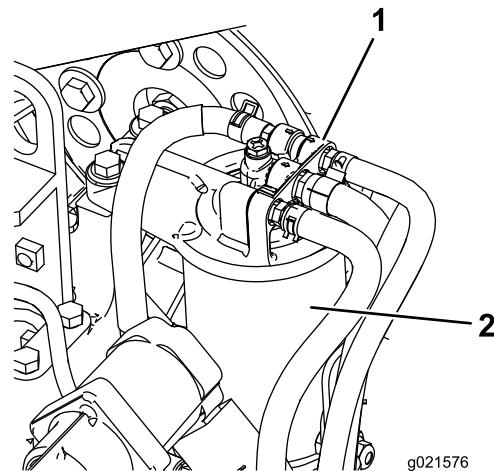

Figura 76
2. Togliete il filtro e pulite la superficie di montaggio della testa del filtro (Figura 76).
1. Pulite l'area circostante la testa del filtro del carburante (Figura 76).